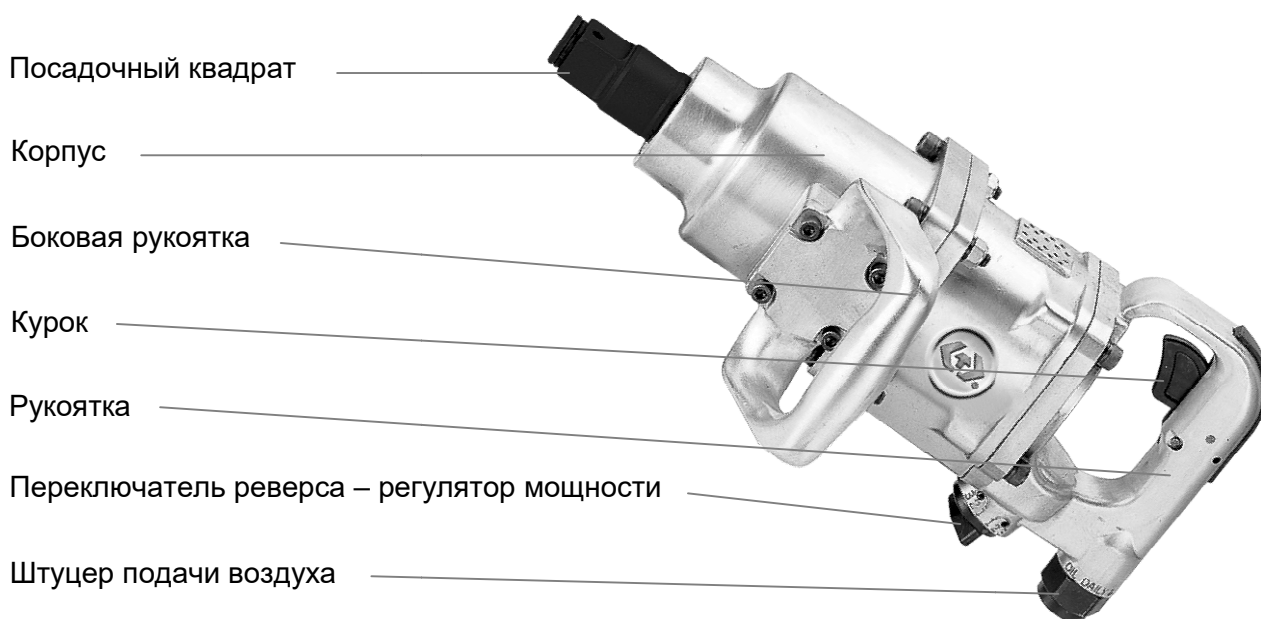

Рис. 1
- Управление гайковёртом осуществляется с использованием пускового курка (Рис. 1), который находится под указательным пальцем. При нажатии на курок сжатый воздух поступает в рабочую полость двигателя и вращает ротор. Следует учесть, что после того как Вы отпустите курок вращение механизма будет осуществляться ещё несколько секунд. В целях безопасности, кладите гайковёрт после того как он полностью остановился.
- Регулировка усилия осуществляется вращением переключателя реверса (Рис.1). Режимы «закручивание» (F) и «откручивание» (R) устанавливаются им же.